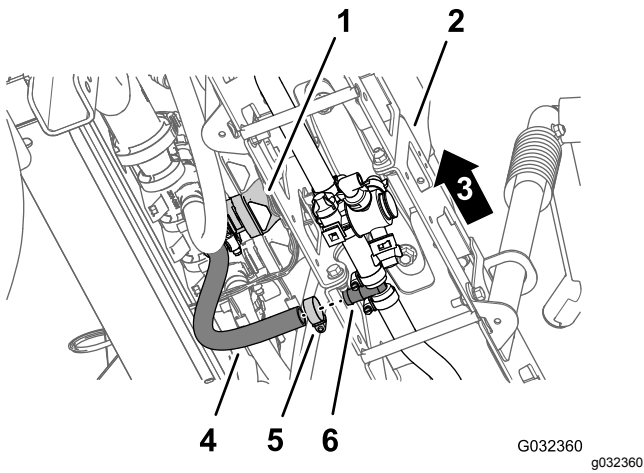

图48
5. 在中间喷洒臂段下方取下将喷洒臂段的供水软管固定到宝塔 T 形接头的软管夹图48。